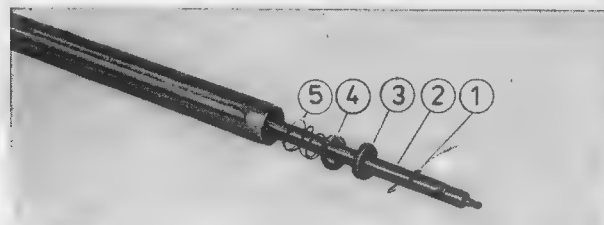

Bild 27. Drossel, Ventilscheibe und Druckfeder ausbauen
kann. Die Drossel (3), die Ventilscheibe (4) und die Druckfeder für Ventilscheibe (5) entfernen (siehe Bild 27).
- Das Bild 27 wurde zum besseren Verständnis mit nicht hineingeschobenem Stützrohr aufgenommen.
und der Einfassung, mit feinem Schmirgelleinen auf einer Tuschierplatte abziehen und mit der abgezogenen Seite zur Ventilscheibe zeigend montieren (Bild 27). Rundring (1) einsetzen. Aus Sicherheitsgründen möglichst neue Ringe verwenden und auf einwandfreien Sitz in der Nut achten (siehe Bild 27).